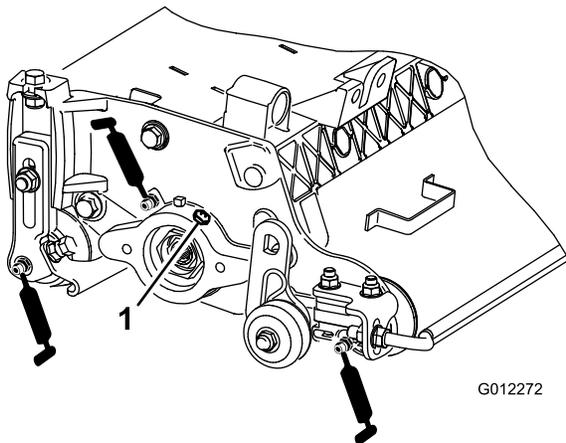

Bild 8
Jeder Vertikutierer hat 7 Schmiernippel (Bild 8), die regelmäßig mit Nr. 2 Allweckschmierfett auf Lithiumbasis eingefettet werden müssen.
2. Tragen Sie Schmiermittel auf, bis sauberes Schmiermittel aus den Dichtungen der Rolle und dem Überdruckventil des Lagers austritt (Bild 8).